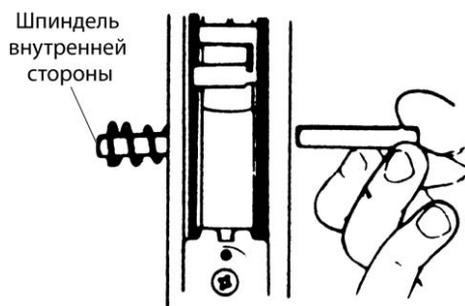

Рис. 6.41. Вставка шпинделей и пружин (С разрешения компании Schlage Lock Company)
1. Вставить наружный и внутренние шпиндели и пружину. Ограничитель внутри шпинделя должен быть в контакте со ступицей корпуса замка (рис. 6.41).